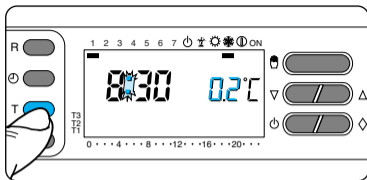

Fig. 76
**15.3** - Premere il pulsante T (fig. 76).